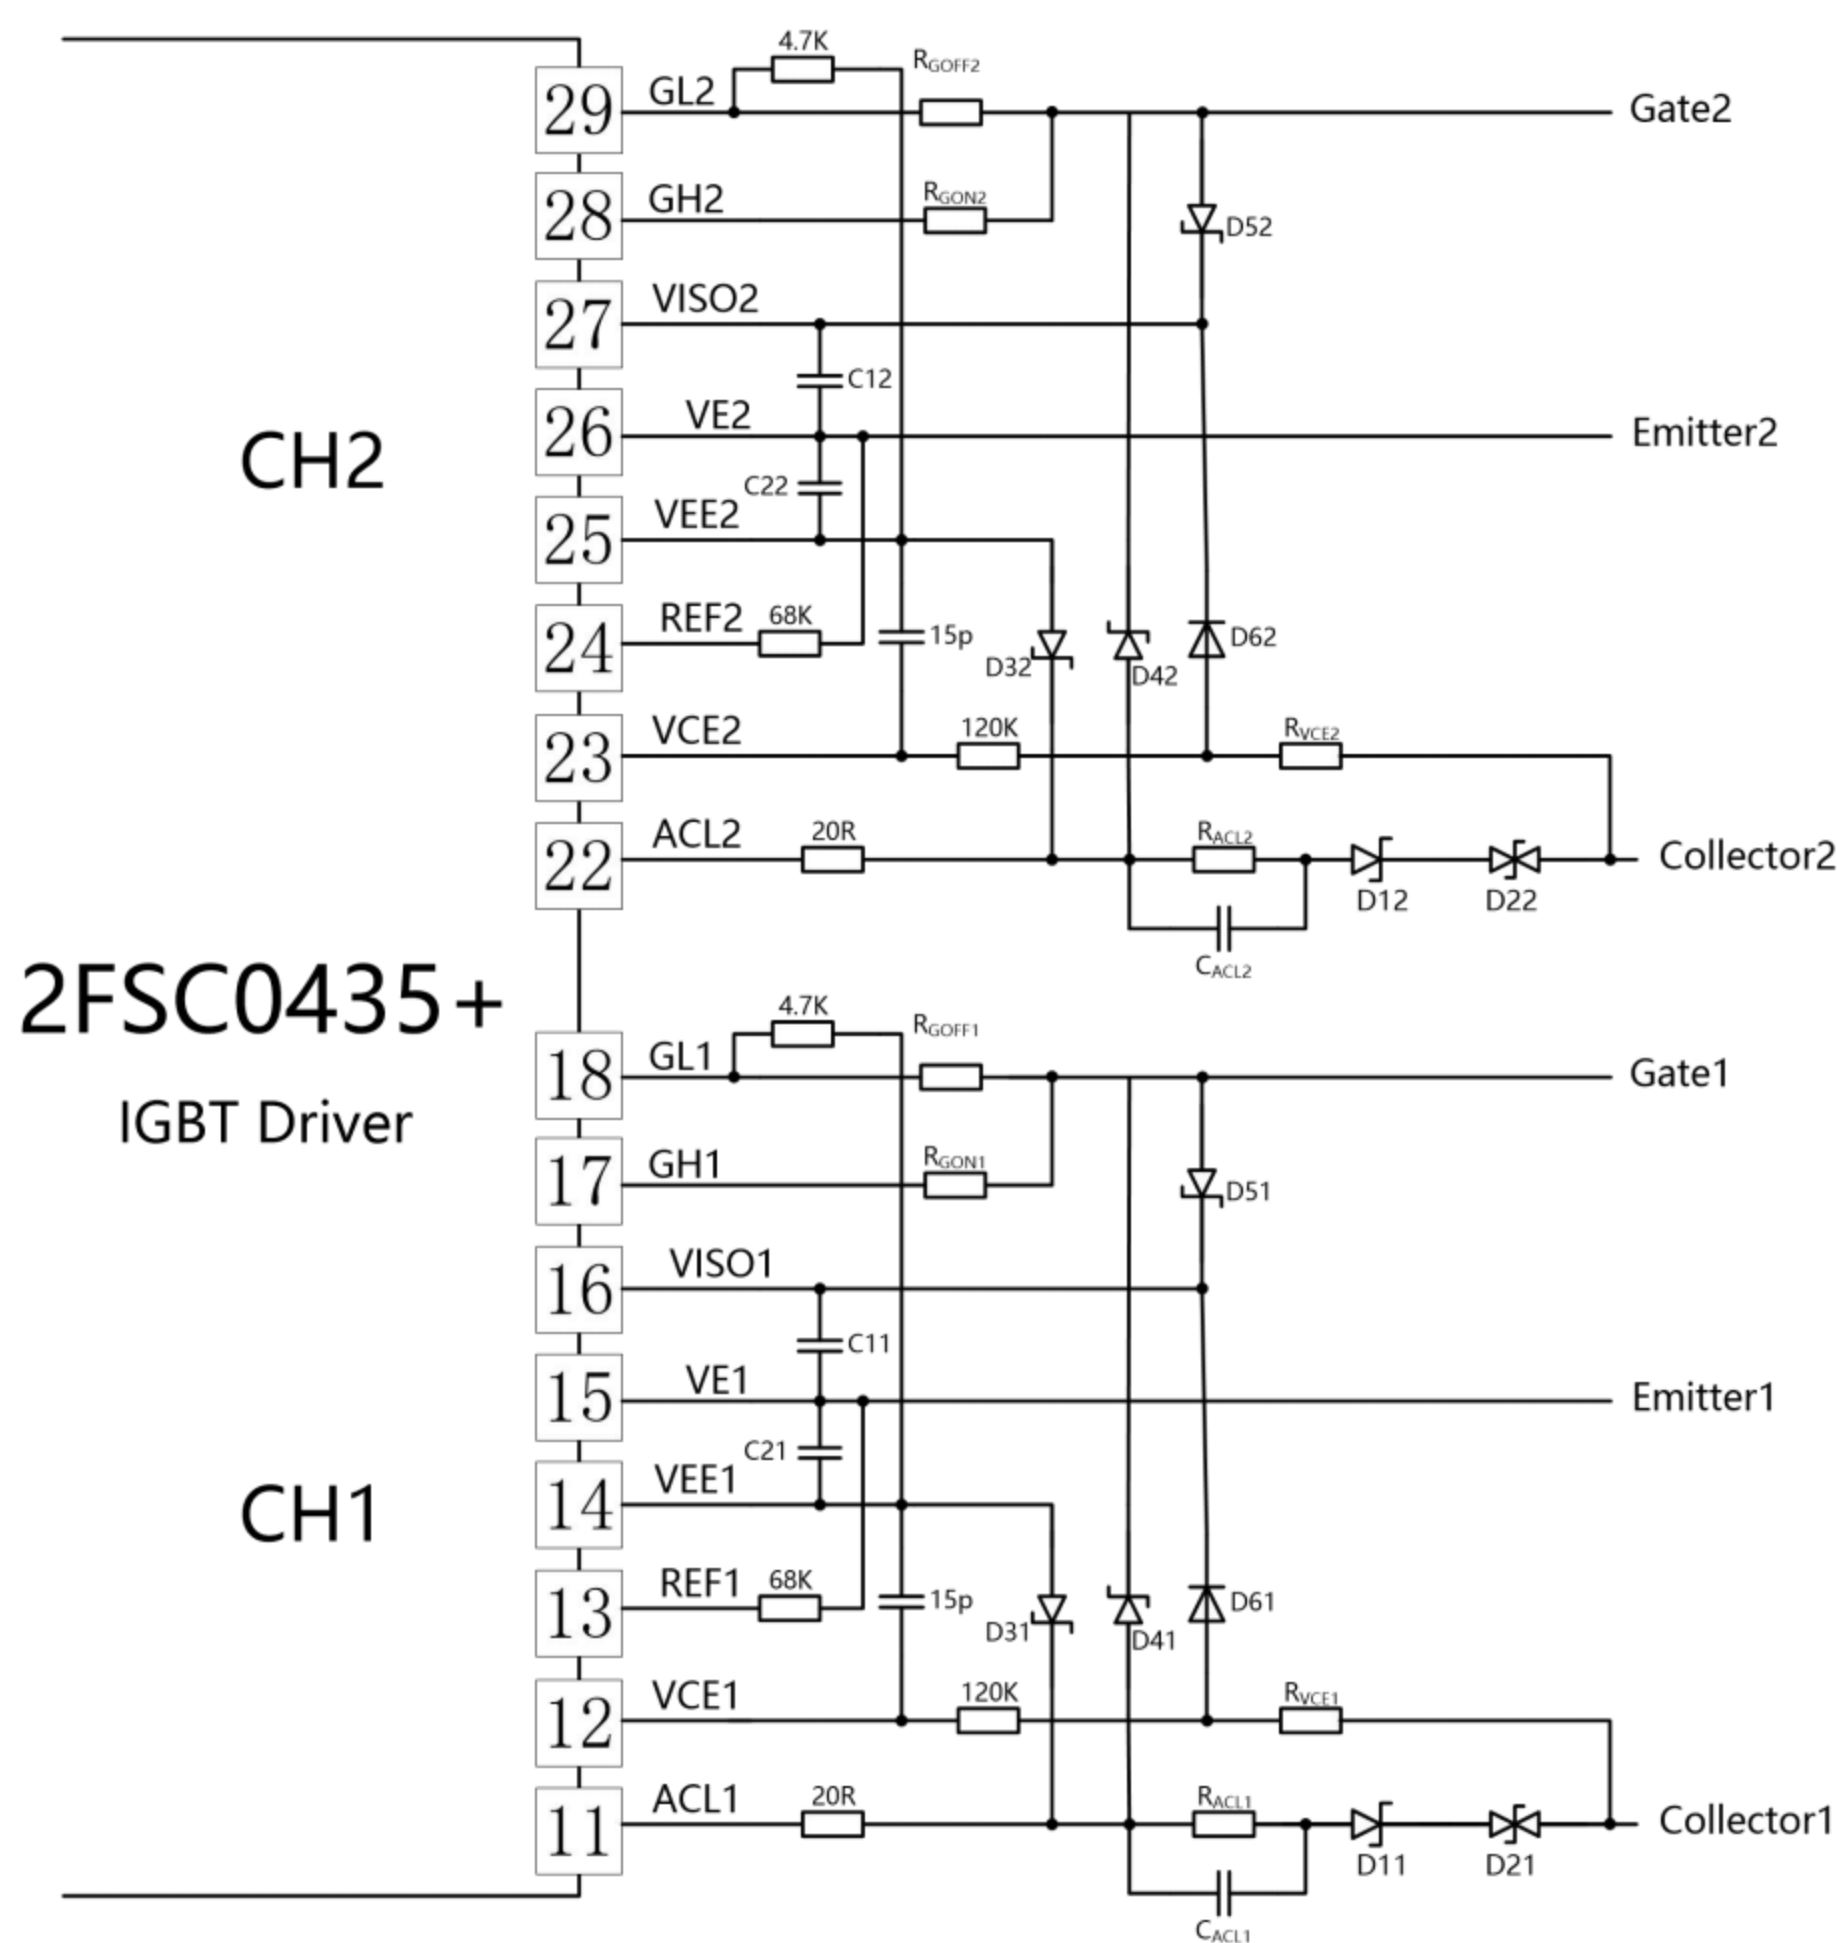
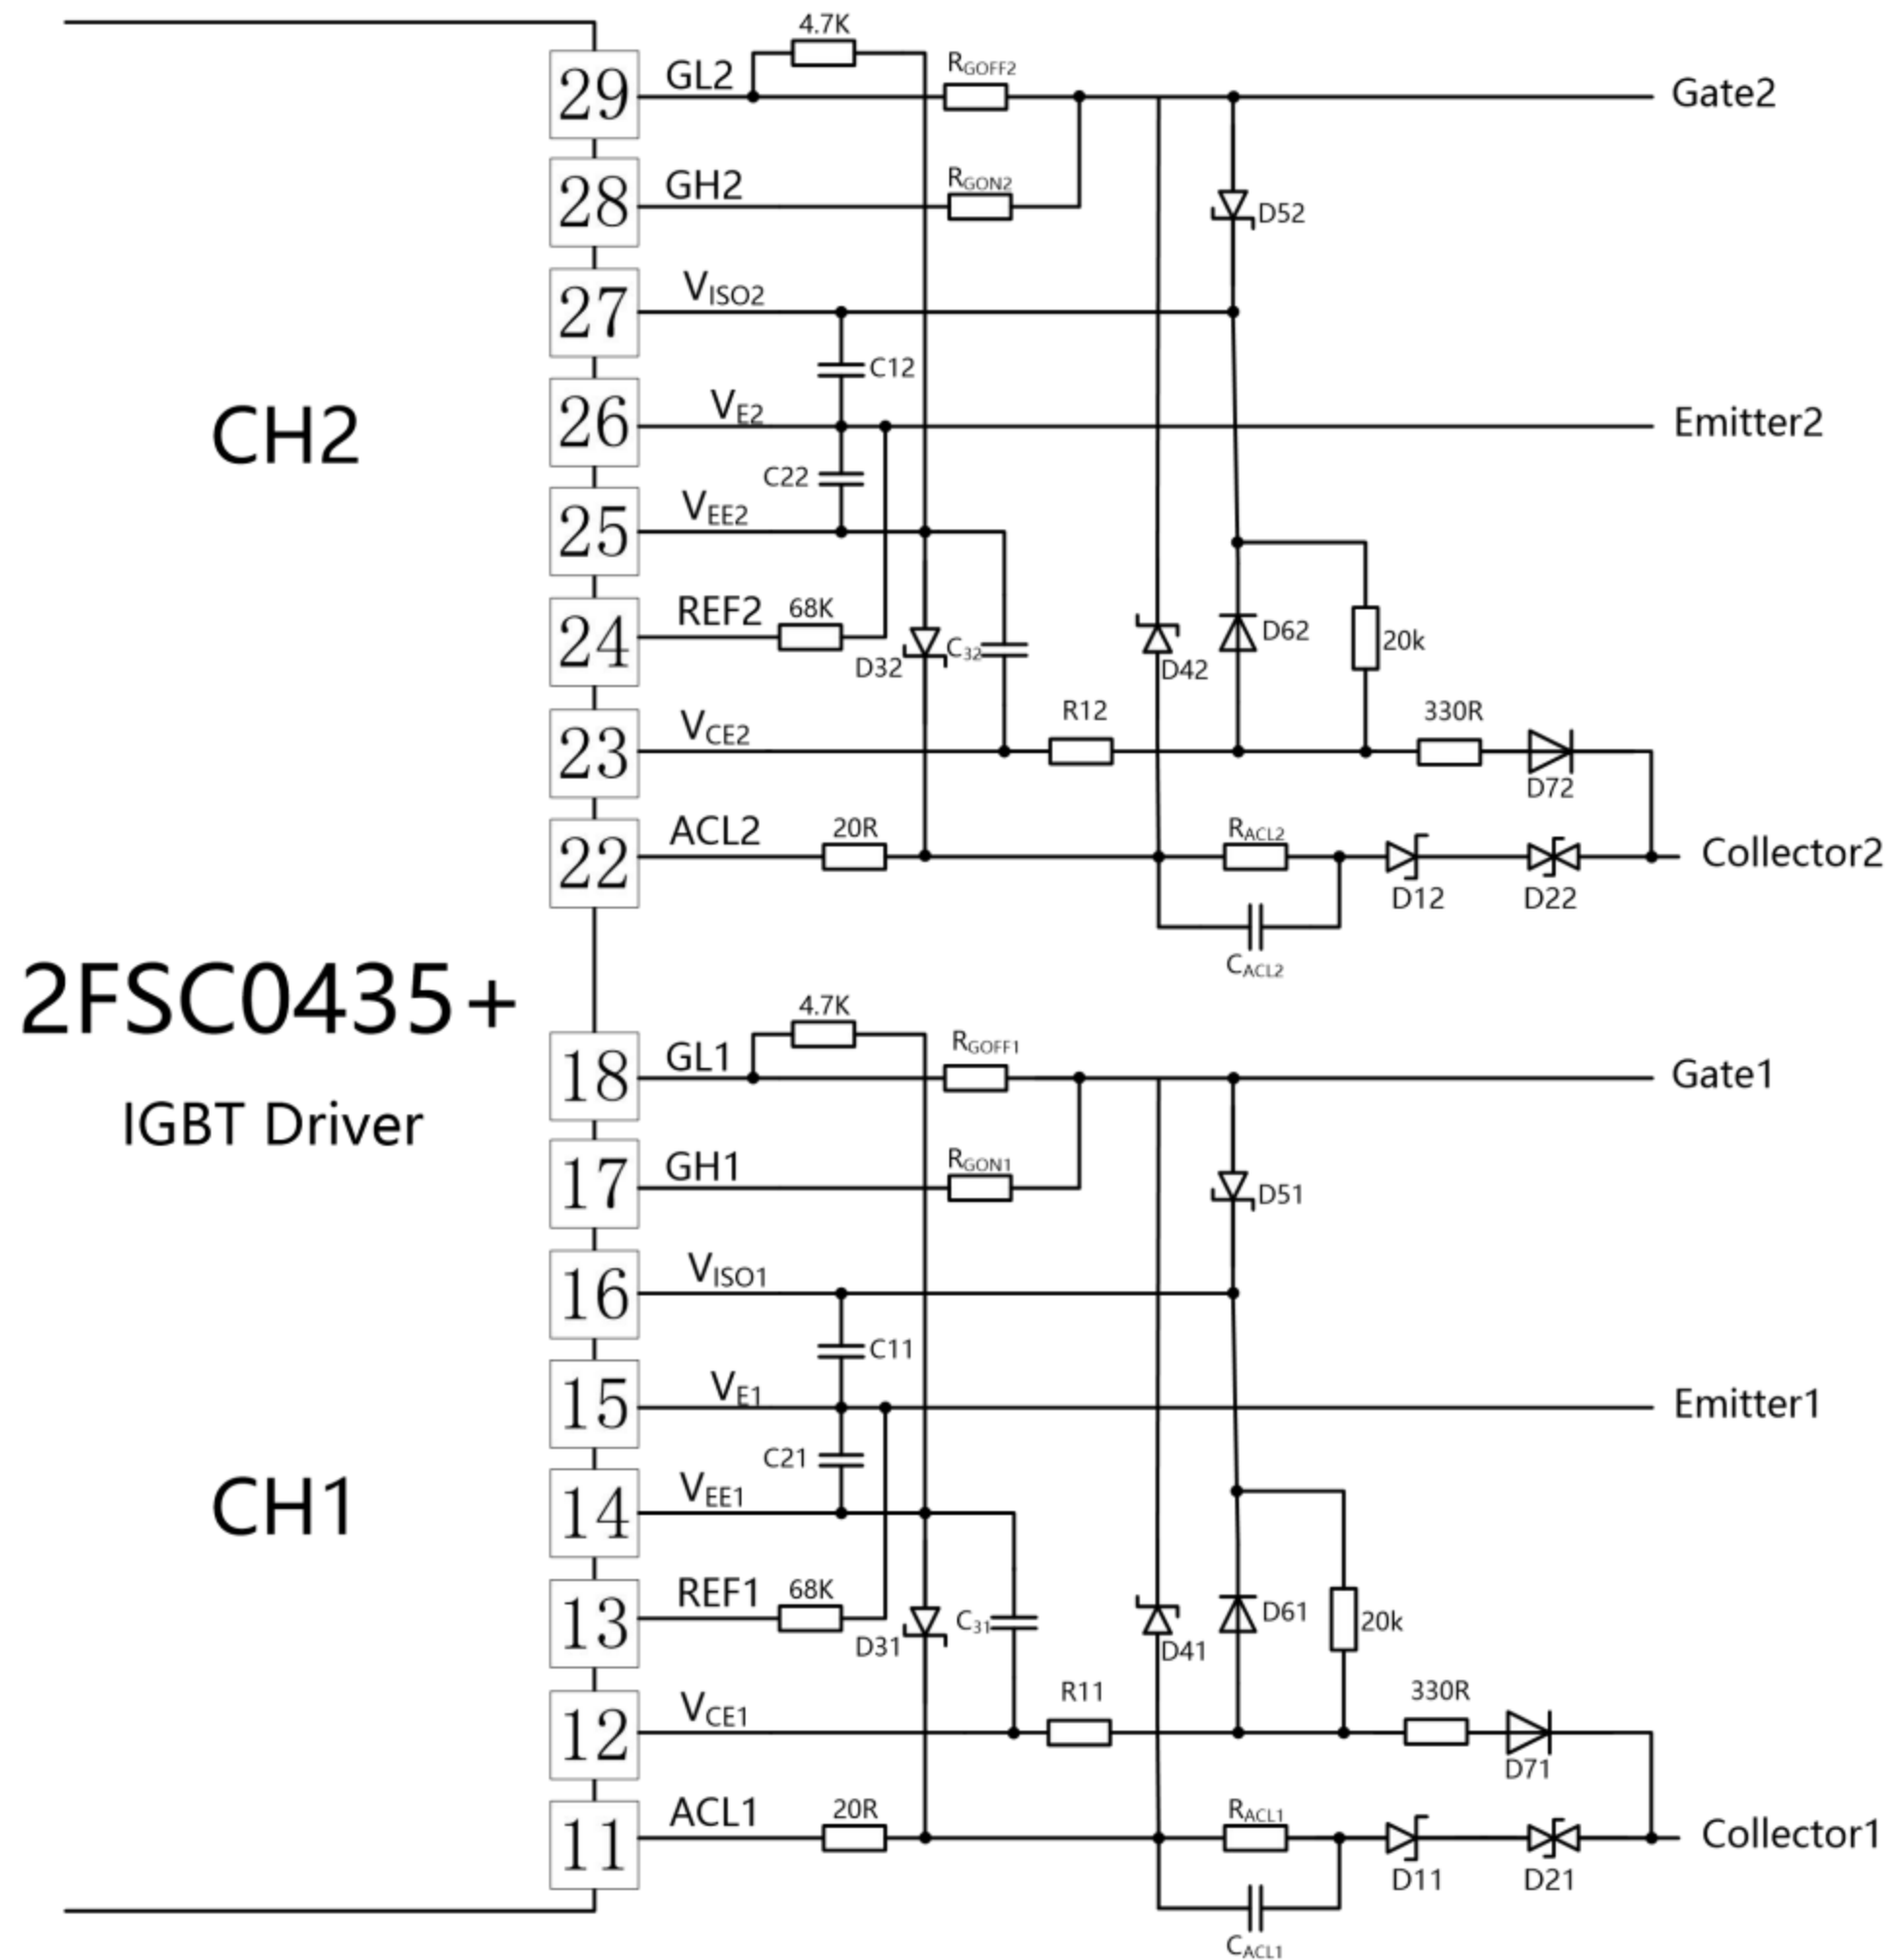

图 13 推荐副边短路保护电阻检测电路
图 14 推荐副边短路保护二极管检测电路
为了有效检测 IGBT 短路和过流，VCEx 端口必须连接至 IGBT 的 Collector（如图 13、图 14 所示）。
- 电阻检测电路（图 13）——电阻检测短路和过流时，推荐流过  $R_{VCEx}$  的电流介于 0.6mA~1mA 之间（如  $1.2M\Omega\sim 1.8M\Omega@V_{DC-Link}=1200V$ ）；为了安全可靠，流过  $R_{VCEx}$  电流不能超过 1mA。电阻应串联连接在电路中，同时也应考虑到母线电压大小，以及爬电等安全规范因素。
- 二极管检测电路（图 14）——二极管检测时应考虑应考虑二极管反向截止电压及漏电流大小因素。
基本有源钳位技术是集电极通过瞬态抑制二极管（TVS）单路径反馈到门极。2FSC0435+A 支持高级有源钳位技术，通过 ACLx Pin 脚反馈到驱动核内；当 20Ω电阻（图 13、图 14）右侧电压约超过 1.3V 时，关断 MOS 管进行关断，有效提高有源钳位效率和降低 TVS 的损耗。当 20Ω电阻右侧的电压接近 20V 时，关断 MOS 将完全关断。
在图 13、图 14 中有源钳位相关适配参数推荐选择如下：